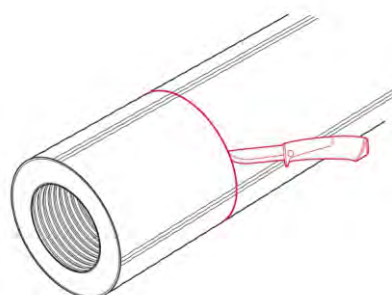

Рис. 3.6.2
2. Надрезать защитную оболочку по окружности на глубину 4-6 мм на расстоянии 200 мм от торца трубы (рис. 3.6.2).